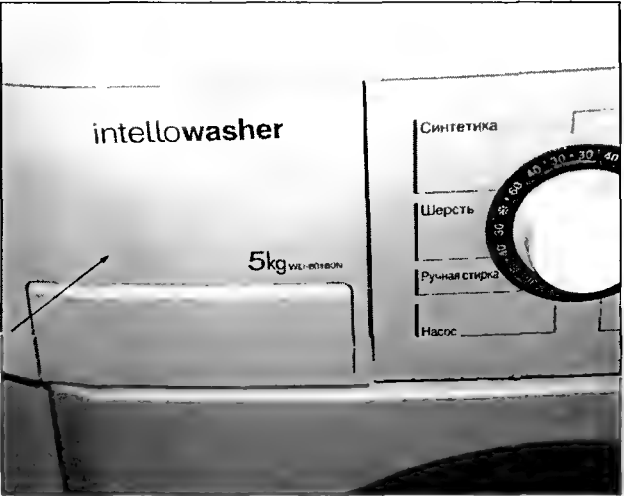

Рис. 1.10.2
- вынимают бункер для стирального порошка (рис. 1.10.2). По бокам открывшегося отсека расположены 2 винта — их отворачивают;